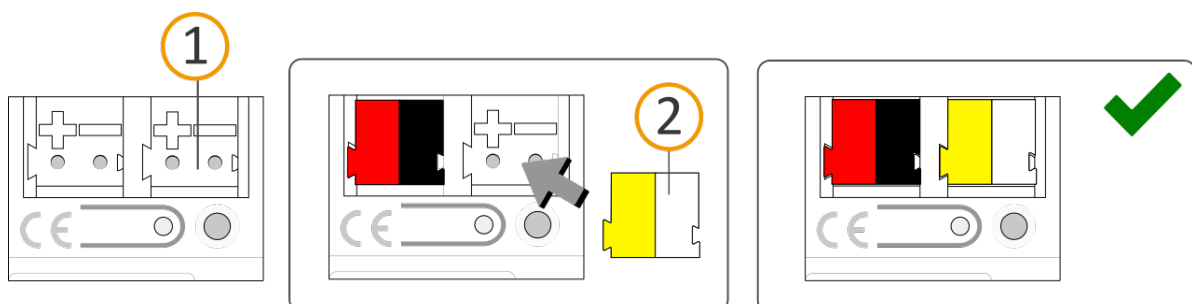

Abbildung 11: Spannungsversorgung anschließen
3. Verbinden Sie die externe Spannungsversorgung mit dem Spannungsversorgungsanschluss (siehe Abbildung 11, Pos. 1) mittels beigefügter Spannungsanschlussklemme (siehe Abbildung 11, Pos. 2). Polung: links/gelb: „+“, rechts/weiß: „-“.
- a. Stecken Sie die Spannungsanschlussklemme (siehe Abbildung 11, Pos. 2) auf.